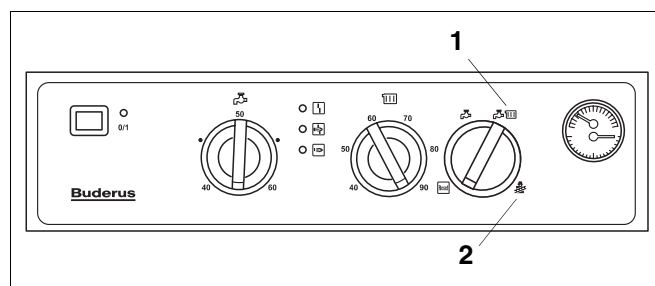

Рис. 30 Сфера обслуживания
- Повернуть винт регулировки большой нагрузки (рис. 30, поз. 2).
- Примерно через 2,5 мин. (окончание розжига) медленно повернуть потенциометр "max. Heizleistung" в направлении максимум, контролируя при этом давление в сопле, и после достижения максимального теплоснабжения отрегулировать его в соответствии с данными на винте регулировки большой нагрузки (рис. 30, поз. 2).
- Повернуть винт регулировки большой нагрузки (рис. 30, поз. 2) примерно на 7 оборотов против часовой стрелки.
- Затянуть винт регулировки большой нагрузки (рис. 30, поз. 2) по часовой стрелке до упора.
- Подключить манометр к измерительному ниппелю комбинированного газового клапана (рис. 30, поз. 7) и к измерительному ниппелю проточного газового водонагревателя (рис. 27, поз. 1).
- Установить переключатель режимов работы в положение  (рис. 30, поз. 1).
- Сравнить давление манометра с таблицей давления в соплах (табл. 4 – табл. 7) и при необходимости откорректировать с помощью регулятора большой нагрузки (рис. 30, поз. 2).
- Установить потенциометр "max. Heizleistung" (рис. 26, поз. 2 auf стр. 21) на минимальную мощность с помощью регулятора малой нагрузки (рис. 30, поз. 3) (против часовой стрелки до упора).